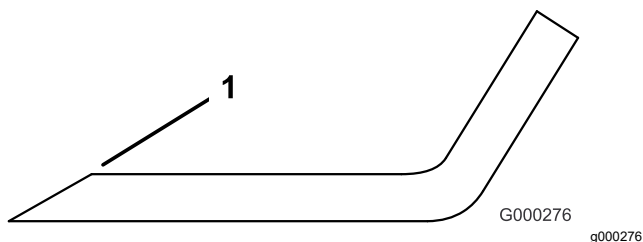

**Figura 130**
2. Examine cuidadosamente los extremos de corte de la cuchilla, sobre todo en el punto de reunión entre la parte plana y la parte curva de la cuchilla (Figura 130).
**Nota:** Puesto que la arena y cualquier material abrasivo pueden desgastar el metal que conecta las partes curva y plana de la cuchilla, compruebe la cuchilla antes de utilizar la segadora. Si se aprecia desgaste (Figura 130), cambie la cuchilla.